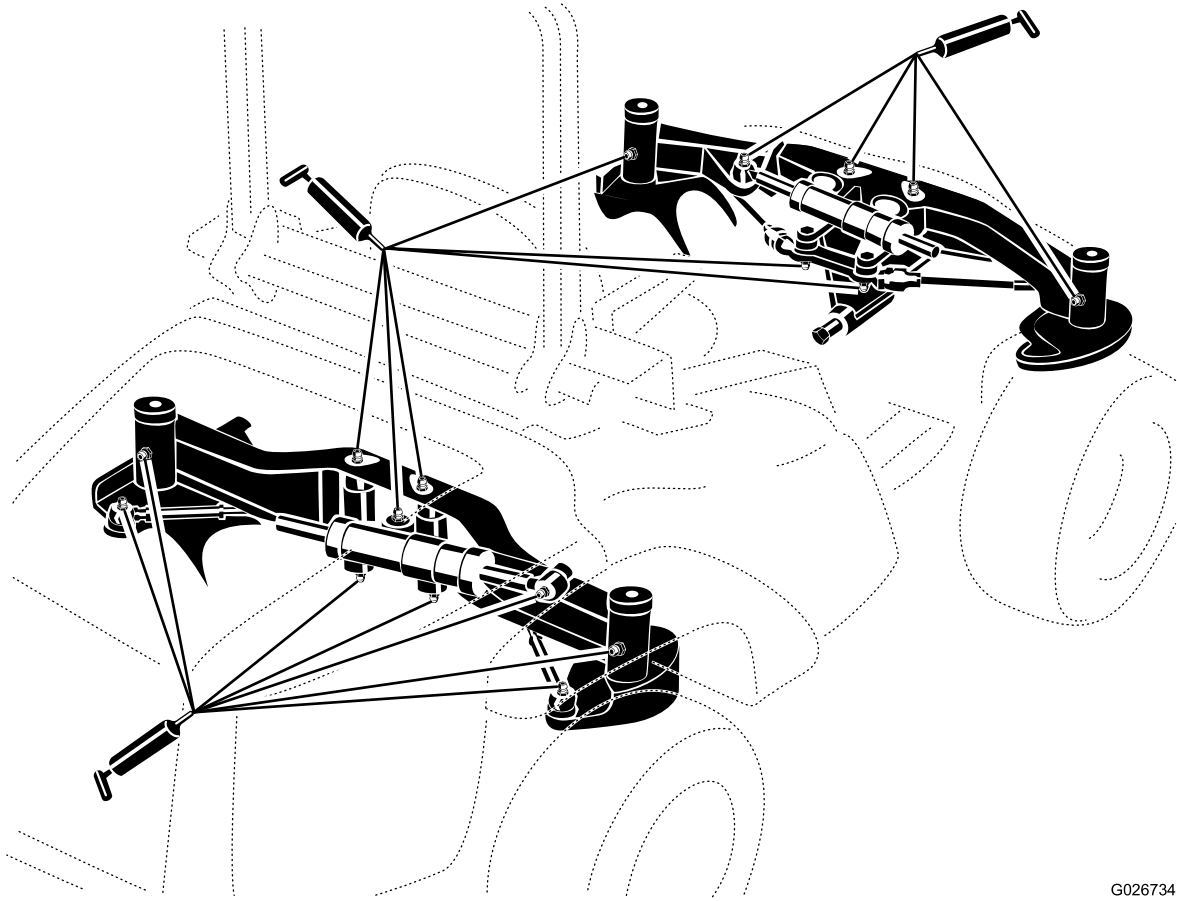

Figura 33
1. Limpe os bocais de lubrificação de modo a evitar a entrada de matérias estranhas no rolamento ou casquilho (Figura 33).